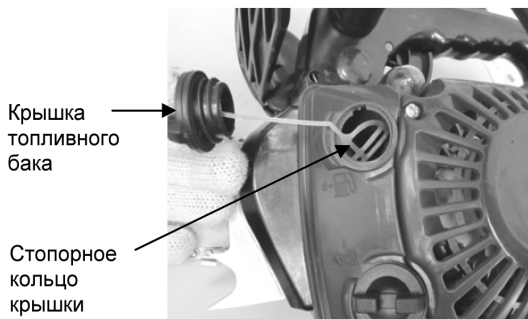

Рис. 19
2. Откройте крышку топливного бака и вытащите из бака стопорное кольцо крышки (рис. 19)